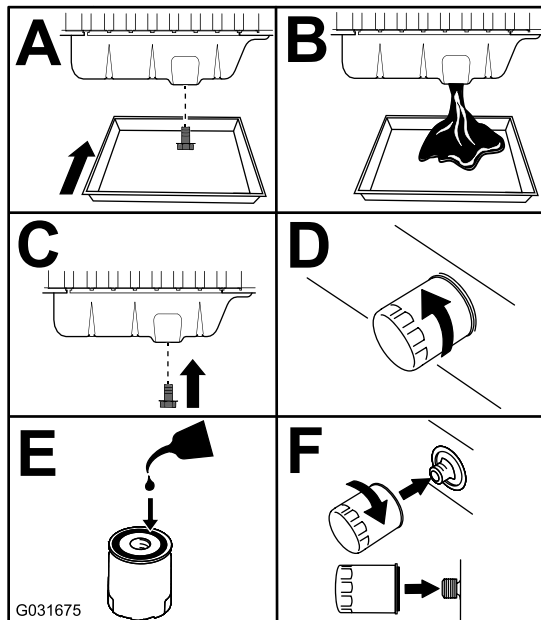

Bild 87
3. Tauschen Sie das Motoröl und den Motorölfilter aus (Bild 87).